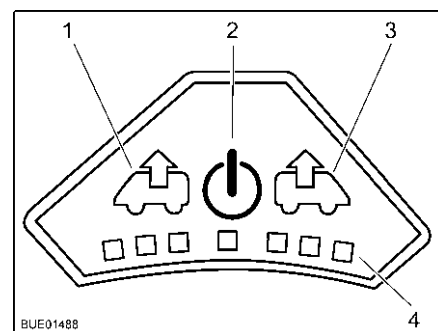

Bild 93 Bedienfeld des Ventilators
- Taste Ein/Aus (Bild 93,2) drücken. Der Ventilator läuft im Komfortmodus (Entlüften mit niedrigster Ventilator Drehzahl).
- Um die Ventilator Drehzahl zu erhöhen: Taste Entlüften (Bild 93,1) drücken. Die Ventilator Drehzahl in Entlüftungsrichtung nimmt um eine Stufe zu. LEDs (Bild 93,4) zeigen die Schaltstufen an.
- Um die Ventilator Drehzahl zu verringern: Taste Belüften (Bild 93,3) drücken. Die Ventilator Drehzahl nimmt um eine Stufe ab.
- Um die Ventilator Drehzahl zu erhöhen: Taste Belüften (Bild 93,3) drücken. Die Ventilator Drehzahl in Belüftungsrichtung nimmt um eine Stufe zu. LEDs (Bild 93,4) zeigen die Schaltstufen an.
- Um die Ventilator Drehzahl zu verringern: Taste Entlüften (Bild 93,1) drücken. Die Ventilator Drehzahl nimmt um eine Stufe ab.
- Taste Ein/Aus (Bild 93,2) drücken. Der Ventilator stoppt, die LEDs erlöschen.